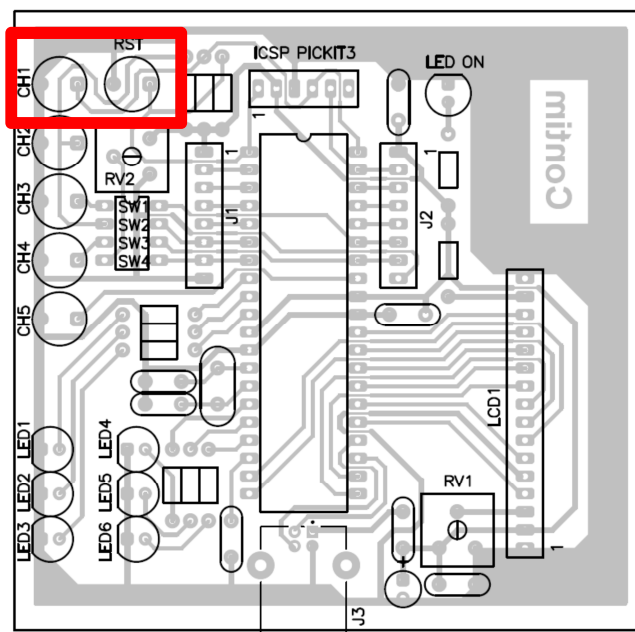

Figura 3 – Posição das chaves CH1 e RST.
- **Passo 1** – Pressionar a chave CH1 do KIT mantendo-a pressionada e em seguida pressionar a chave RST, conforme a Figura 3.